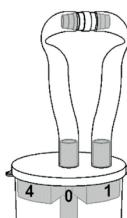

Abb. 4
- Obie końcówki węży połączyc mocno złączką. W ten sposób pułapka ssąca polipa jest zamknięta (Rys. 4).